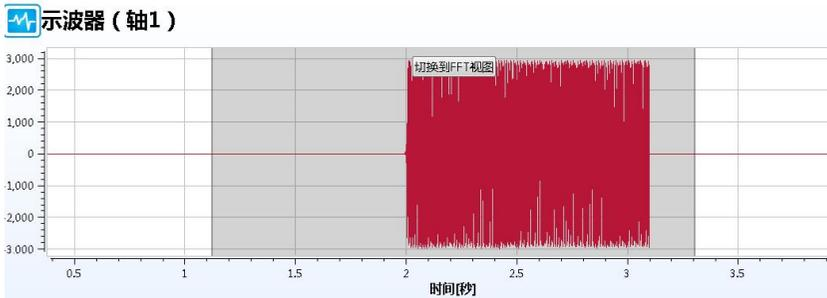

图 5-21 FFT 视图显示界面
②此时界面弹出如下界面, 如下图 5-21, 点击“切换到 FFT 视图”。